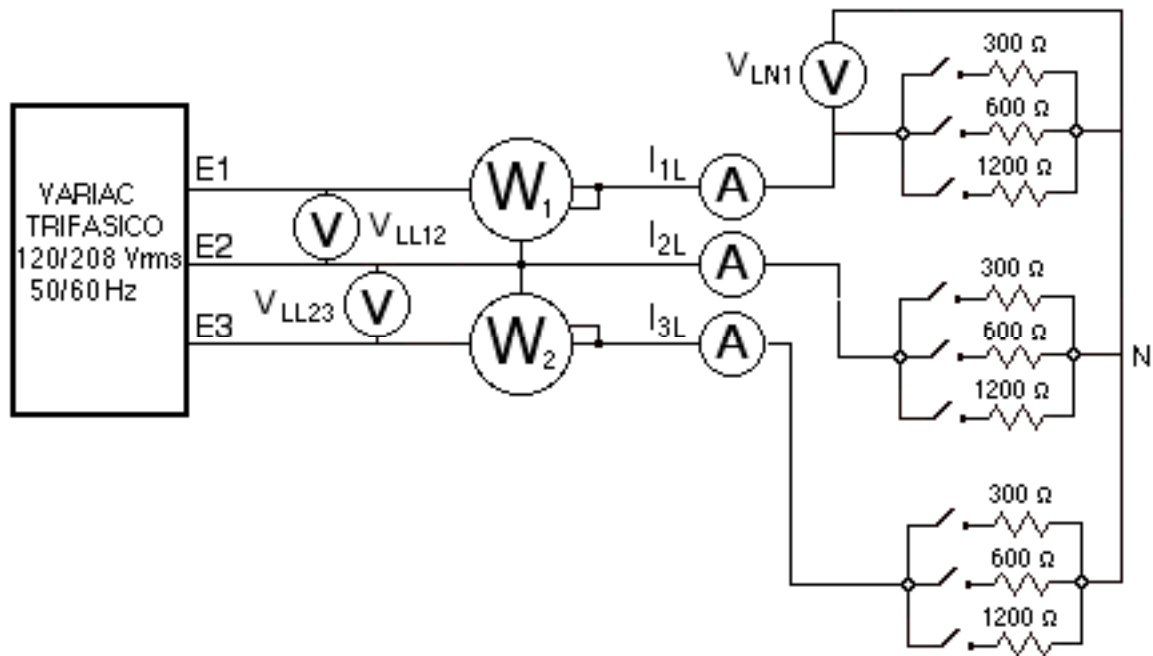

Figura 9.1.- Circuito trifásico con fuente en estrella y carga en estrella
8.- Monte el circuito trifásico mostrado en la Figura 9.1, con la carga conectada en estrella.